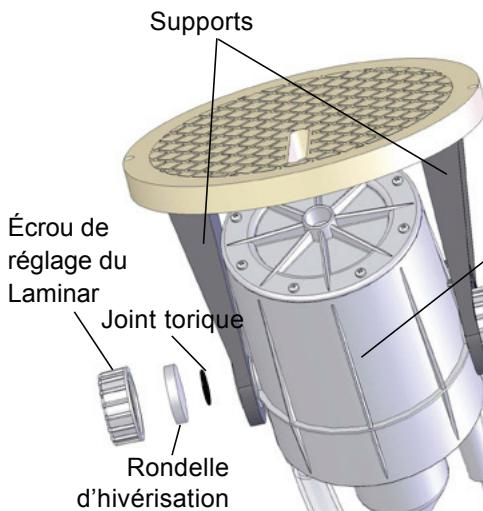
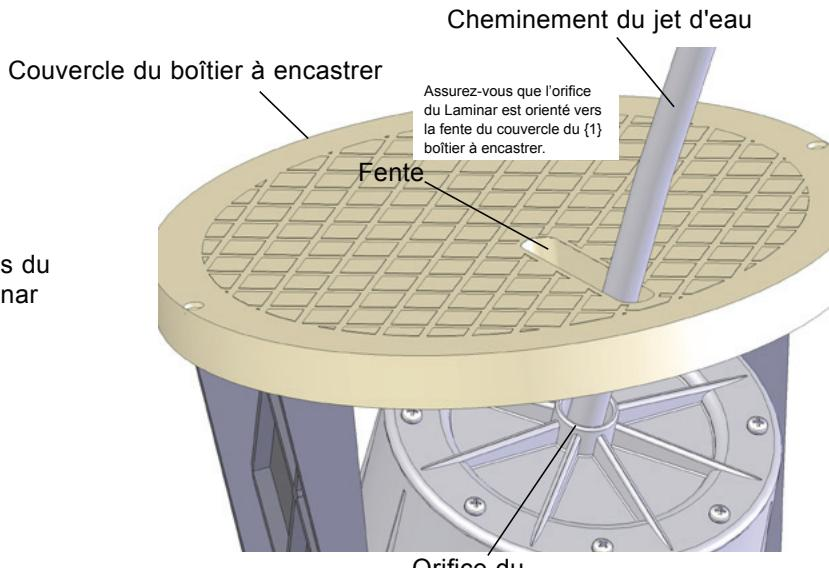

Figure 3
Figure 4
- Écartez précautionneusement les branches du support et glissez le Laminar dans les passages que présentent celles-ci (Figure 3), en vous assurant que l'orifice du Laminar est orienté vers la fente supérieure du couvercle du boîtier à encastrer (Figure 4).